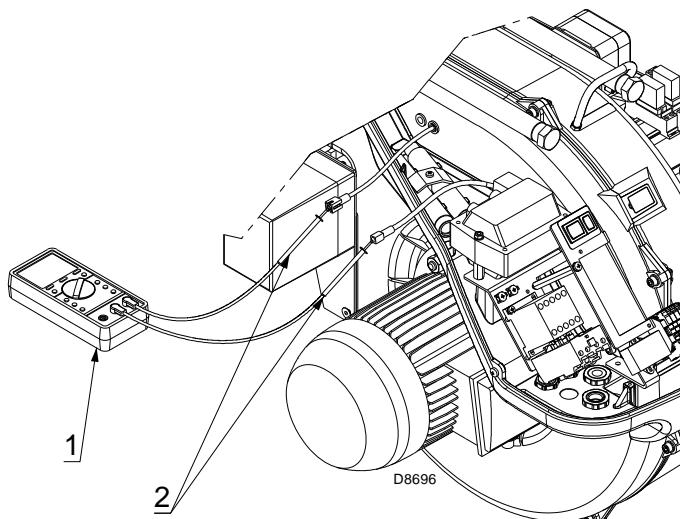

Fig. 35
Si, de todas formas, se quisiera medir la corriente de ionización hay que desconectar la clavija-toma (2)(Fig. 35) colocada en el cable de la sonda de ionización e introducir un microamperímetro (1)(Fig. 35) para corriente continua de 100 µA final de la escala.